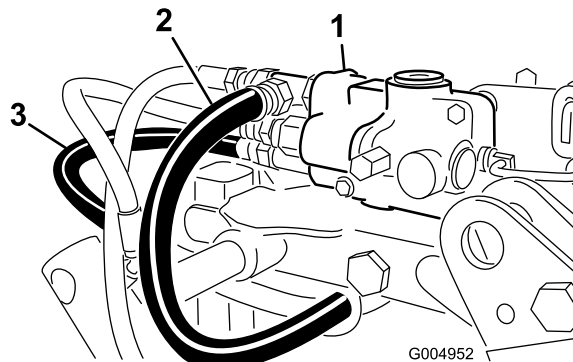

Figura 11
8. Pase los manguitos de presión hidráulica y del depósito hasta la válvula y conéctelos (Figura 11).